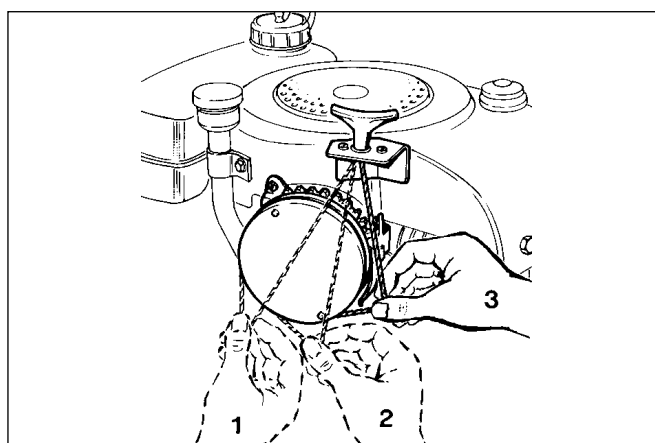

Abb. 17
- Nachdem das Zugseil vollständig aufgewickelt wurde, führen Sie noch eine weitere Seilrollenumdrehung aus, um so die korrekte Federspannung zu erzielen (Abb. 17).